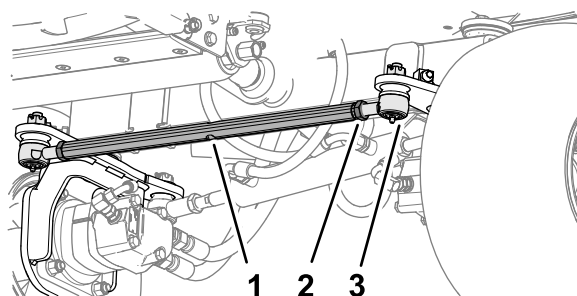

Figure 65
2. Alignez les roues en tournant la barre d'accouplement (Figure 65).
5. Serrez les 2 contre-écrous pour fixer la barre d'accouplement et les embouts (Figure 65).
1. À l'avant des roues arrière, desserrez les 2 contre-écrous qui fixent la barre d'accouplement aux embouts (Figure 65).